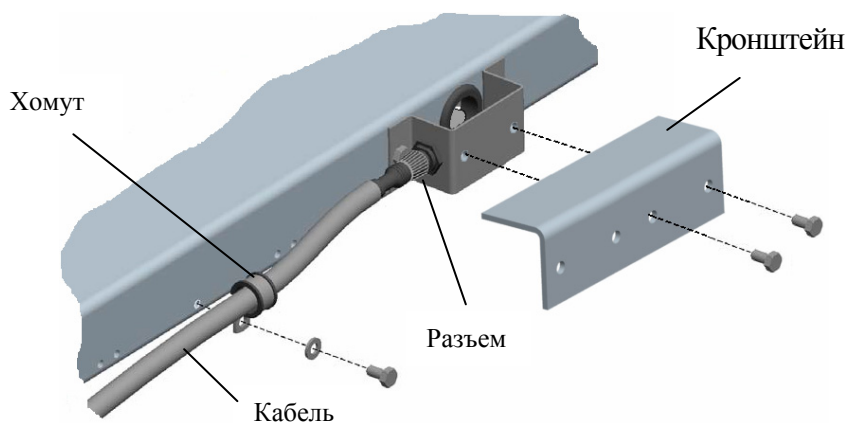

Рис. 5.1 - Подключение кабеля
5.4 Подключить к модулю кабель. Закрепить кабель хомутом и привинтить защитный кронштейн, Рис. 5.1.